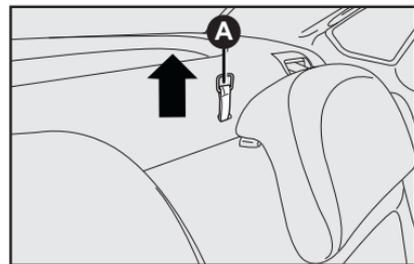

fig. 89
3) Desenganche el respaldo, tirando de las correas **A-fig. 89** en el sentido de la flecha.